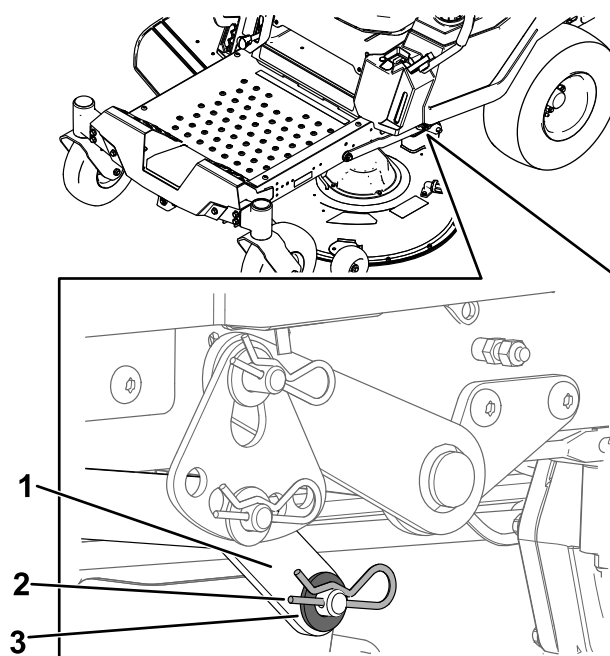

Рисунок 74
7. На одной стороне машины извлеките шайбу и шплинт из штифта деки (Рисунок 74).
8. Снимите подъемный рычаг со штифта деки (Рисунок 74).
5. На одной стороне машины поднимите заднюю часть деки газонокосилки и установите подъемный рычаг на штифт деки (Рисунок 74).
6. Установите подъемный рычаг с помощью шайбы и шплинта (Рисунок 74).